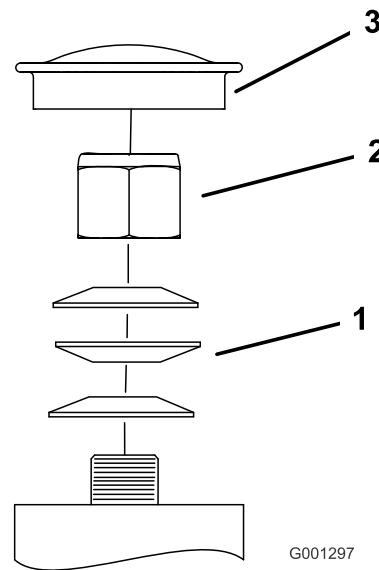

Figura 66
- Retire el tapón guardapolvo de la rueda giratoria y apriete la contratuerca (Figura 66).
- Apriete la contratuerca hasta que las arandelas de muelle estén planas, luego afloje $\frac{1}{4}$ de vuelta para establecer la pre-carga correcta de los cojinetes (Figura 66).
- Coloque el tapón anti-polvo (Figura 66).